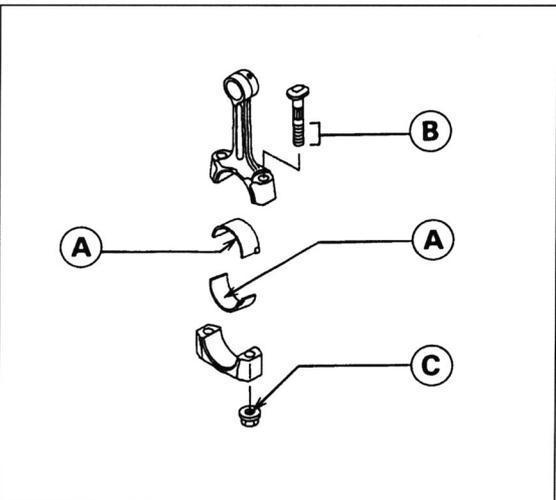

Bild 247
- Pleuel so an Kurbelwelle anbringen (Bild 247), dass sie in ursprünglicher Einbaulage montiert werden. Darauf achten, dass Buchstabenhälften an Pleuelstange und Lagerdeckel perfekt zueinander passen (siehe Bild 259).